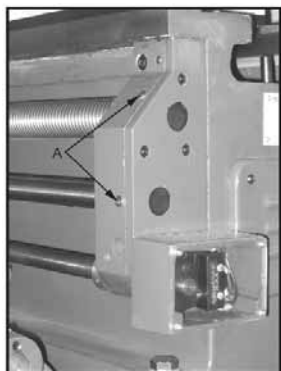

Fig. 6
**4. Ledeskruer og trækspindel:** Smør de to smørepipler på højre side af konsollen dagligt (A, Fig. 6) med Mobil DTE® Oil Heavy Medium.